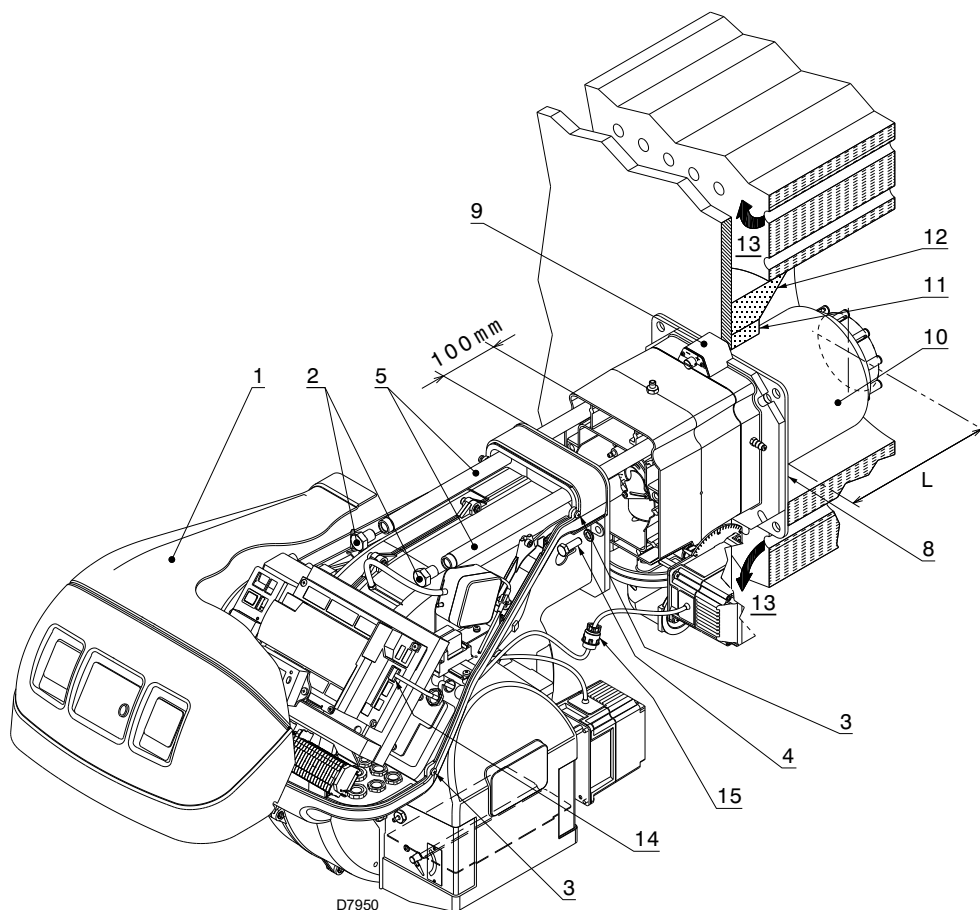

Fig. 17
Para caldeiras com passagens de fumos dianteiras 13)(Fig. 17), ou com câmara de inversão de chama, colocar uma proteção em material refratário 11), entre o refratário da caldeira 12) e o tubo de fogo 10).
Separar a cabeça de combustão do resto do queimador, como na Fig. 17; proceder como indicado a seguir:
- remontar o queimador nas guias 3) a cerca de 100 mm do mangote 4) - queimador na posição ilustrada em Fig. 17;
- ligar o conector macho do servomotor 14)(Fig. 17) e apertar o passa-cabo 15);